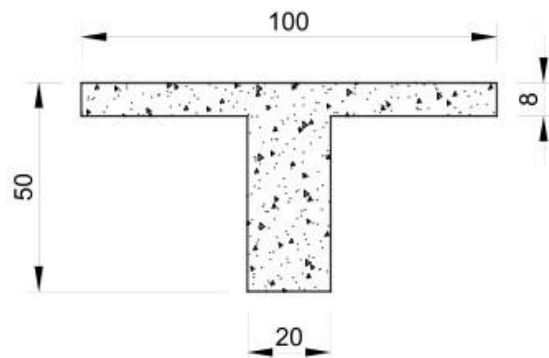

Figura 56 – Dimensões da seção T.
- 1) Dimensionar a armadura longitudinal de flexão da viga com a seção transversal mostrada na Figura 56, sendo dados: